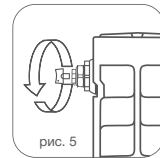

рис. 5
4. Для удаления воздуха из радиатора в верхней коллектор обязательно установка крана Маевского\* или автоматического воздухоотводчика. Для удаления воздуха через кран Маевского необходимо периодически (несколько раз в год) вручную стравливать его с помощью специального ключа\* (рис. 5)